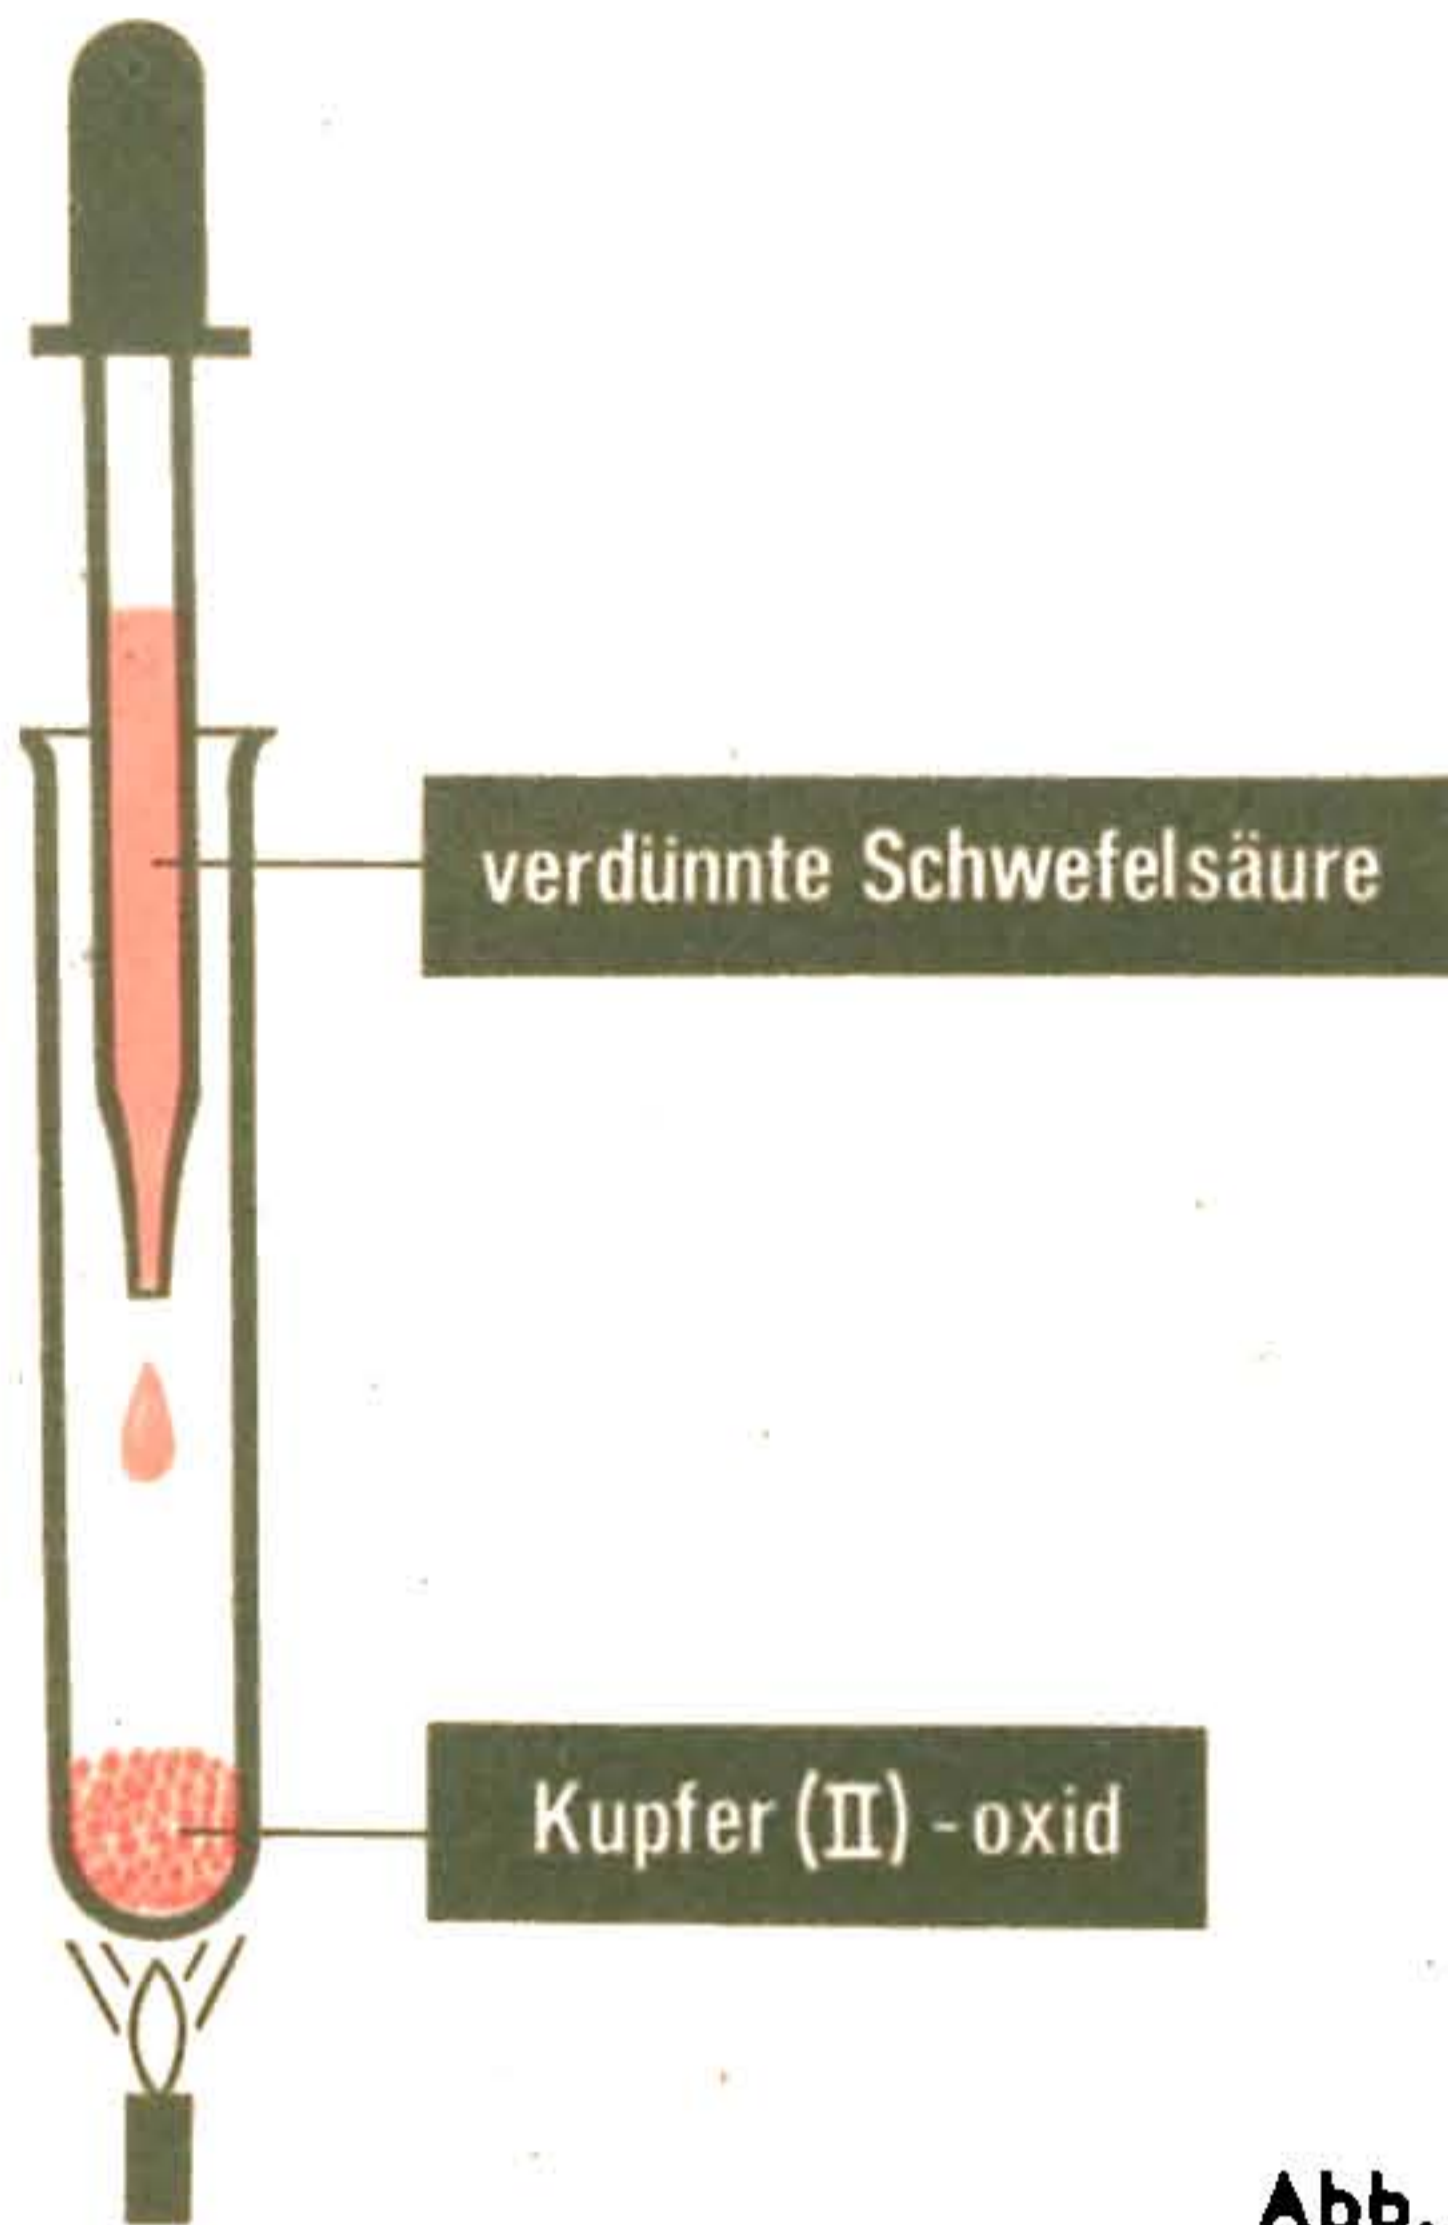

Abb. 8
1. Fülle eine Spatelspitze Kupfer(II)-oxid in ein Reagenzglas und tropfe etwa 30 Tropfen verdünnte Schwefelsäure zu (Abb. 8, S. 31)!